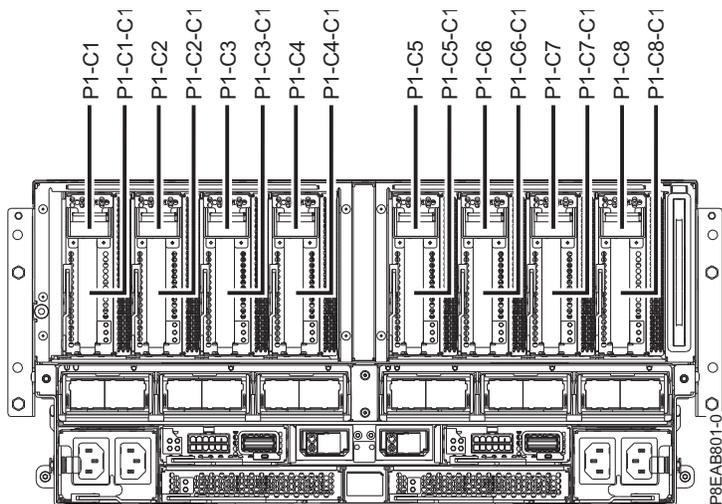

Figura 13. Localizações de ranhuras de adaptadores PCIe no sistema
1. Determine a ranhura em que pretende instalar um adaptador PCIe. As ranhuras do adaptador PCIe encontram-se na parte posterior do sistema. A Figura 13 mostra os códigos de localização do adaptador PCIe.